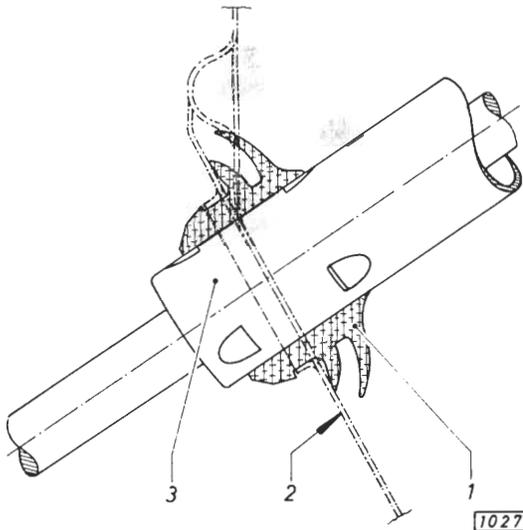

Bild 12 - Abdichtung des Lenkstützrohres in Stirnwand
3. Lenkstützrohr-Abdichtung in Stirnwand in richtiger Lage – wie in Bild 12 gezeigt – anordnen.